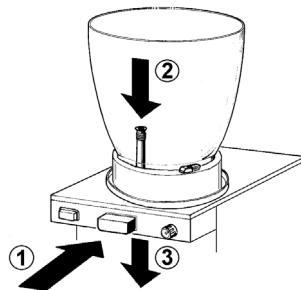

figure 3
3 Appuyez sur (1) la touche de commande du robinet et insérez (2) le petit bouchon de caoutchouc au fond de l'évaporateur. Tirez (3) légèrement vers le bas l'extrémité du bouchon du robinet jusqu'à ce qu'il soit en place. (voir figure 3).